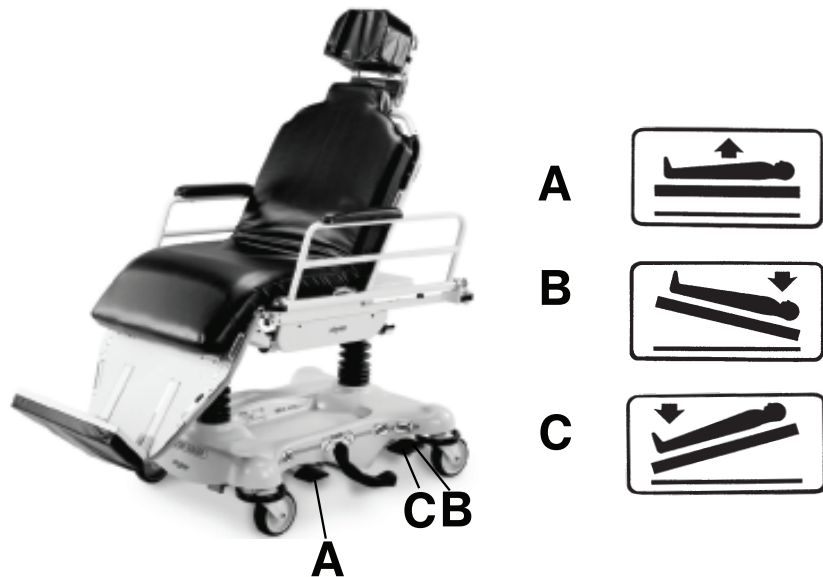

Figura 3 – Sollevamento e abbassamento del lettino
Per alzare il lettino, premere ripetutamente il pedale a pompa (A) fino a raggiungere l'altezza desiderata (Figura 3).
2. Premere sul pedale (B) (Figura 3) fino a raggiungere la posizione desiderata.
2. Premere sul pedale (C) (Figura 3) fino a raggiungere la posizione desiderata.